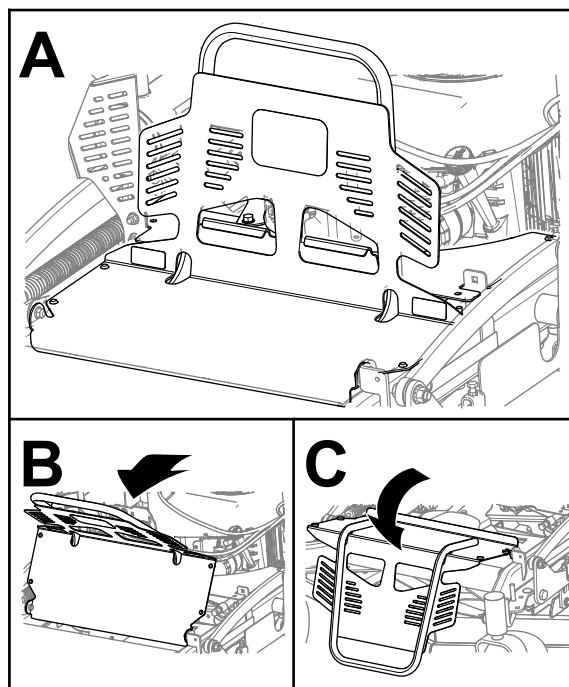

Figure 34
2. Rabattez la protection du moteur en avant, comme montré à la Figure 34.